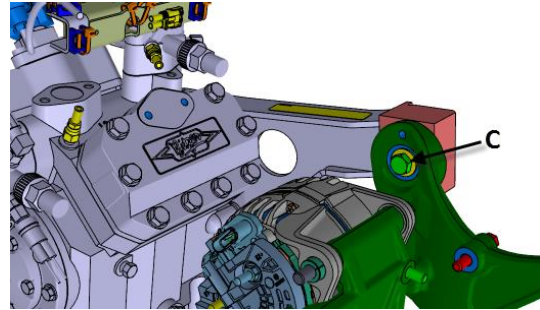

FIGURE 25
33. Serrer à la main les boulons **C** & **E** (FIGURE 24 & FIGURE 25).